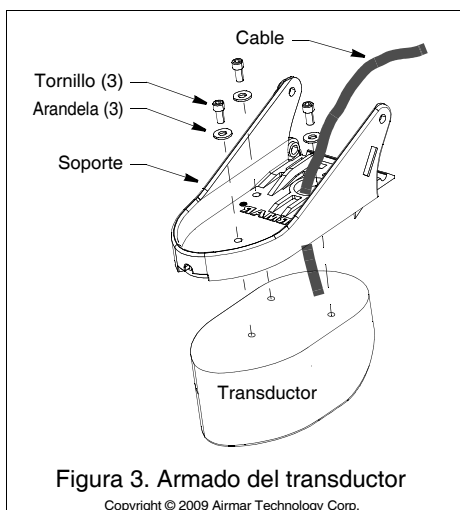

Figura 3. Armado del transductor
1. Pase el cable por el orificio del soporte del transductor (figura 3).